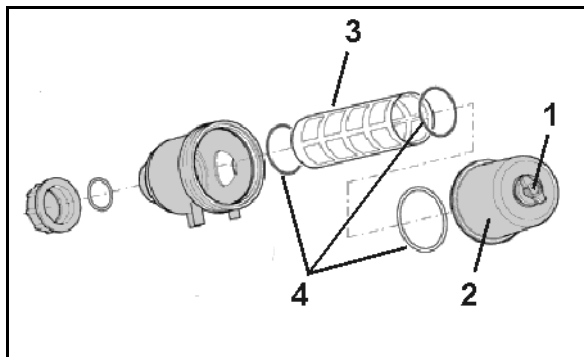

Fig. 126
Limpe diariamente el filtro de aspiración (Fig. 126) después de la operación de rociado.
5. Suelte el tornillo de cierre en el filtro de aspiración (Fig. 126/1).
6. Retire la tapa (Fig. 126/2).
7. Extraer el elemento filtrante (Fig. 126/3) limpiarlo con agua.
8. Controle las juntas toroidales (Fig. 126/4) a daños.
Observe la correcta instalación de las juntas toroidales (Fig. 126/4).